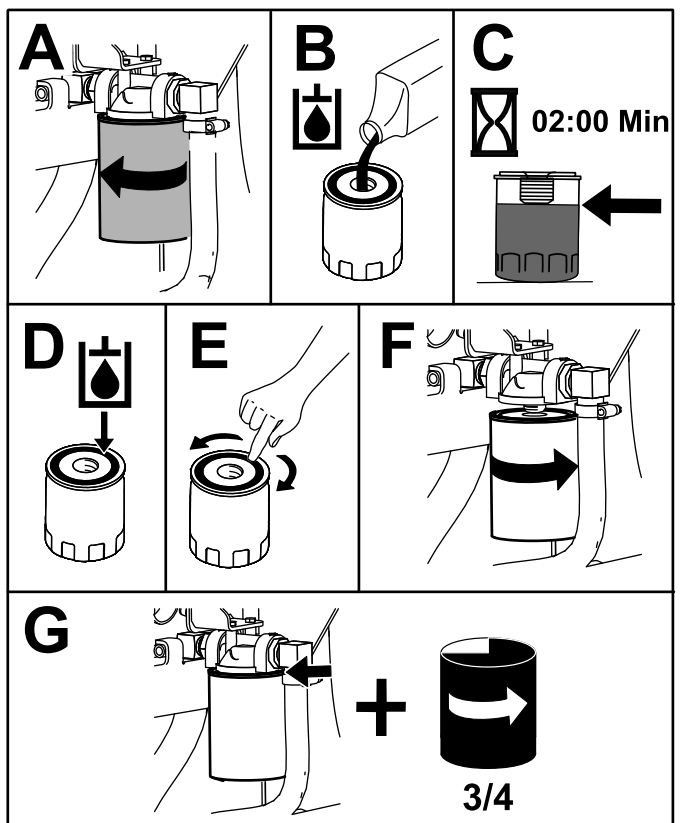

Рисунок 66
4. Поместите сливной поддон под фильтр, а затем замените фильтр (Рисунок 66).